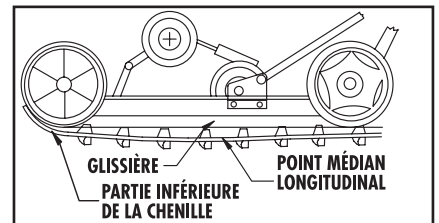
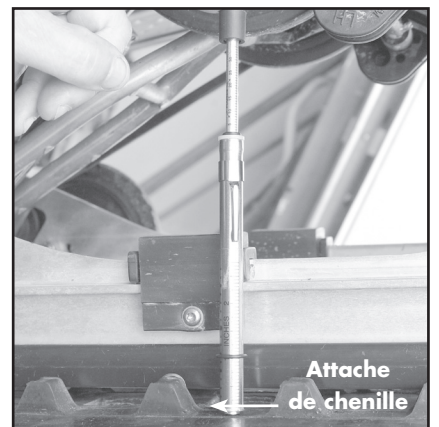

Figure 2
Figure 3
- Sur la surface interne de la partie inférieure de la chenille et au point médian longitudinal (figure 2), placez l'extrémité « longueur de portée en pouces » du tendeur de chenille près du dessus d'une attache de chenille (figure 3).